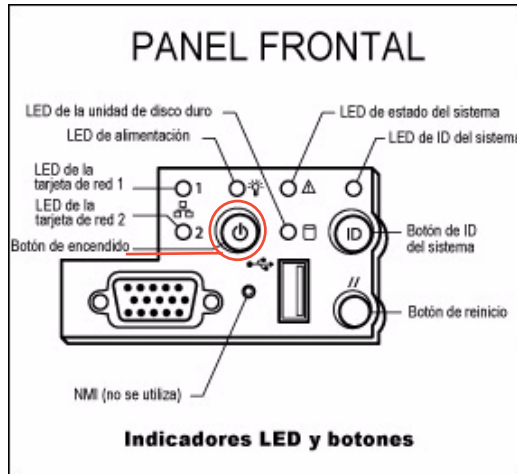

FIGURA 5-26 Detalles del botón de encendido y el panel delantero
4. Pulse el botón de encendido (FIGURA 5-26) del panel frontal (detrás de la placa frontal).